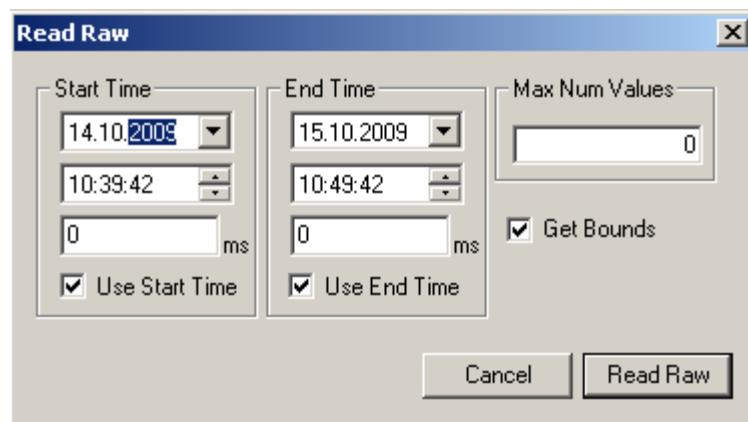

Рисунок 3.6 – Окно «Read Raw»
- 6) В появившемся окне необходимо задать временной интервал чтения переменной и задать ограничение по выводимому значению (Рисунок 3.6); Для чтения значений архивируемой переменной выберите её, а затем воспользуйтесь одной из функций чтения в MatrikonOPC HDA Explorer. Например «Read Raw» (Рисунок 3.6).